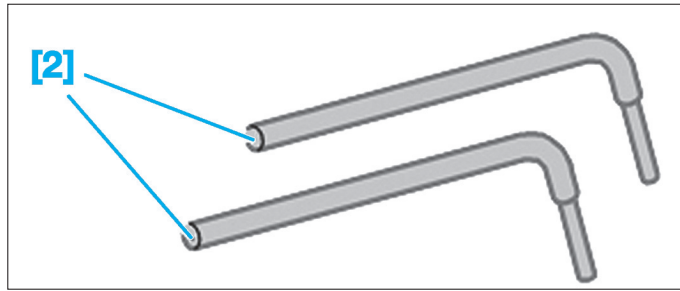

Fig. 50
- [2]. Leviers de décollement de la culasse (réf : 0188-L) (Fig.50).